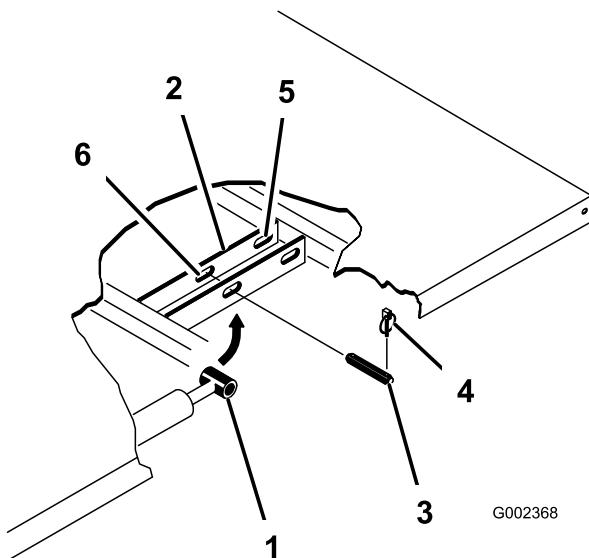

図 23
3. シリンダの外側端部からリンチピンを外す(図 23)。
4. シリンダロッドの端部を荷台取り付けプレートのスロットに固定しているクレビスピンを内側に押し込んで外す(図 23)。
5. ピボットブラケットをフレームに固定しているリンチピンとクレビスピンを外す図 23。